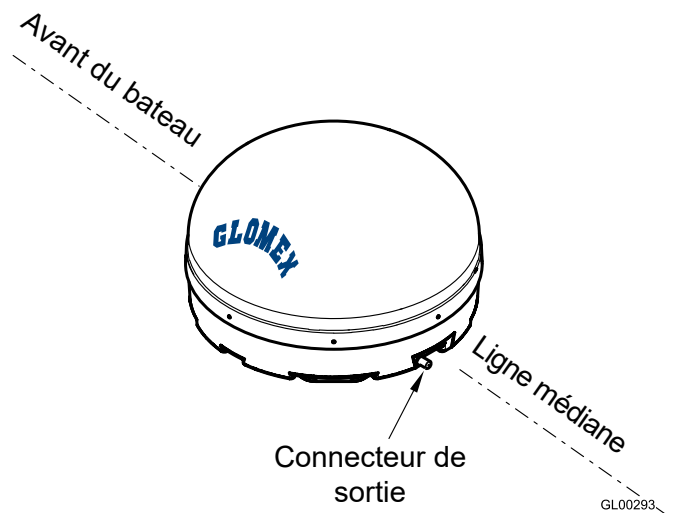

Fig. 10
4. Positionner l'antenne dans la position appropriée sur la ligne médiane du véhicule, en respectant la direction d'installation indiquée dans la **Fig. 10** et appliquer une bonne pression sur les côtés du radôme pour faire adhérer correctement les plaques à la surface de montage.
Pour un montage correct, respecter la direction d'installation indiquée dans la Fig. 10.